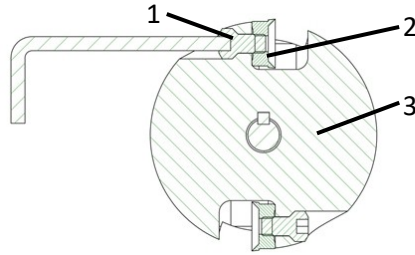

Abb. 20: Messer wechseln
- > Lösen Sie die Messerschrauben (1 – Abb.20) am Fräskopf (3 – Abb.20) mit einem Innensechskantschlüssel.
- > Tauschen Sie die Rundmesser (2 – Abb.20) oder drehen Sie die Rundmesser um 180°.